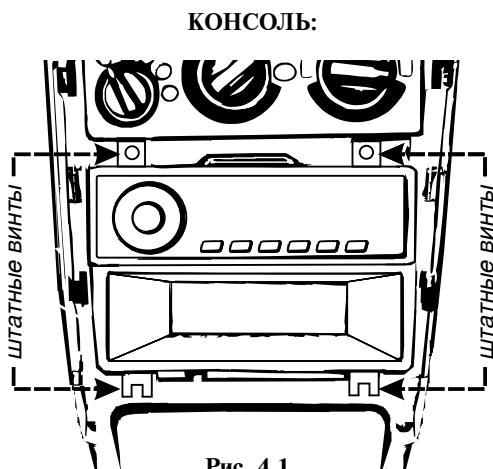

Рис. 4.1
2. Открутите четыре штатных винта, рис. 4.1, удерживающие металлический блок с отделениями для магнитолы и перчаточного ящика.